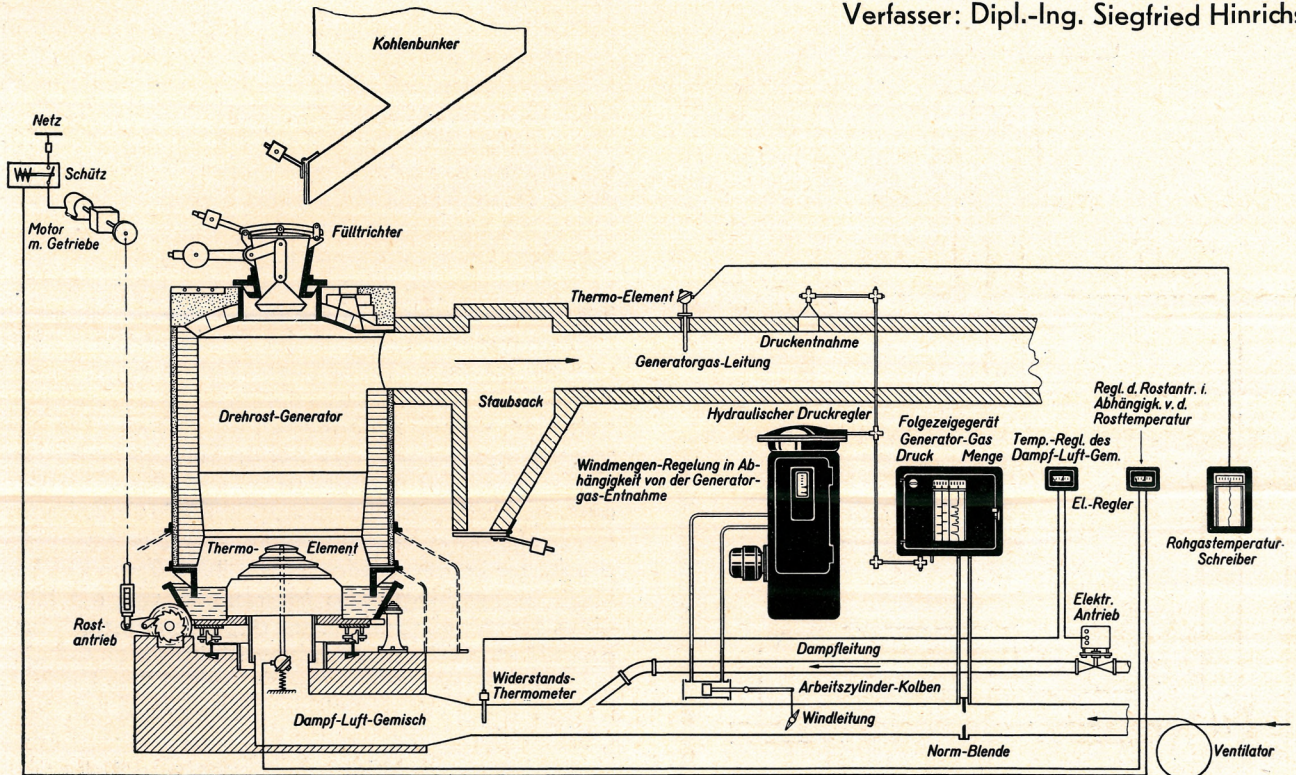

Bild 1 Schematische Darstellung einer Meß- und Regeleinrichtung an einem Drehrost-Generator
Der gebräuchlichste Gaserzeuger auf Eisenhüttenwerken ist der Drehrost-Generator (Bild 1). Er be-
A) Windmengen-Regelung in Abhängigkeit von der Generatorgas-Entnahme (Bild 1)
B) Temperaturregelung des Dampfluftgemisches (Bild 1)
C) Regelung des Rostantriebes in Abhängigkeit von der Rosttemperatur (Bild 1)
schreiber angeschlossen wird. Der Punktschreiber erhält einen Meßbereich von 20...800°C (Bild 1).